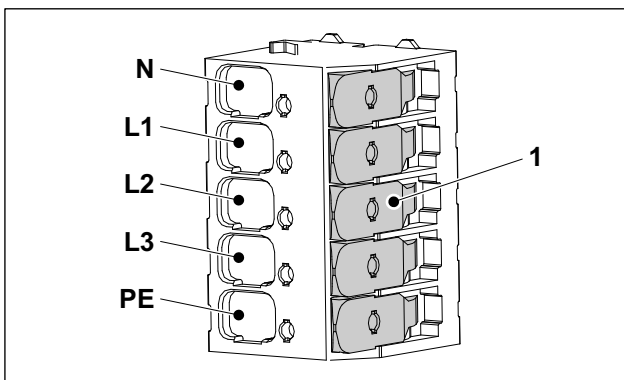

Abb. 4 Anschlussklemmen der Spannungsversorgung
7. Die Einzeladern der Zuleitung laut Kennzeichnung (Abb. 4) anschließen. Bei einphasiger Versorgungsspannung muss die Phase an L1 angeschlossen werden. Die Klemmen L2 und L3 werden bei einphasigem Anschluss nicht genutzt.
Es handelt sich um eine werkzeuglose Klemmleiste. Das Wegklappen des jeweiligen Betätigungshebels (Abb. 4/1) öffnet die Anschlussklemme und die jeweilige Einzelader kann eingesteckt werden. Das Zurückklappen des jeweiligen Betätigungshebels arretiert die zugehörige Einzelader. Es muss vermieden werden, mehrere Betätigungshebel gleichzeitig zu betätigen.